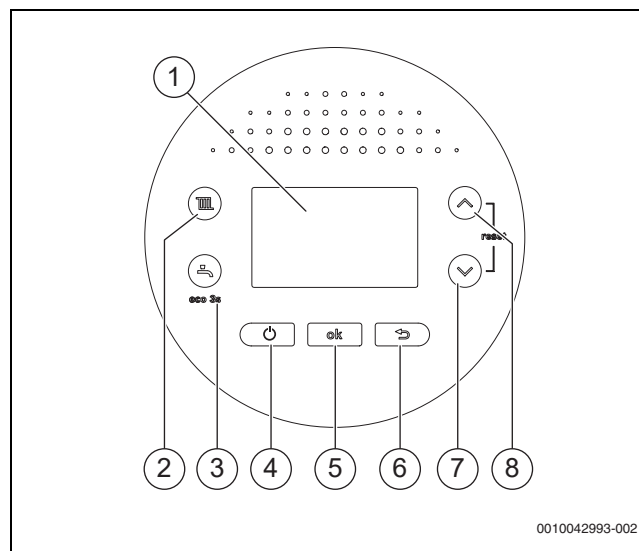

Fig. 1 Privire de ansamblu asupra panoului de comandă
- ▶ Opiți aparatul folosind tasta (→ fig. 1).